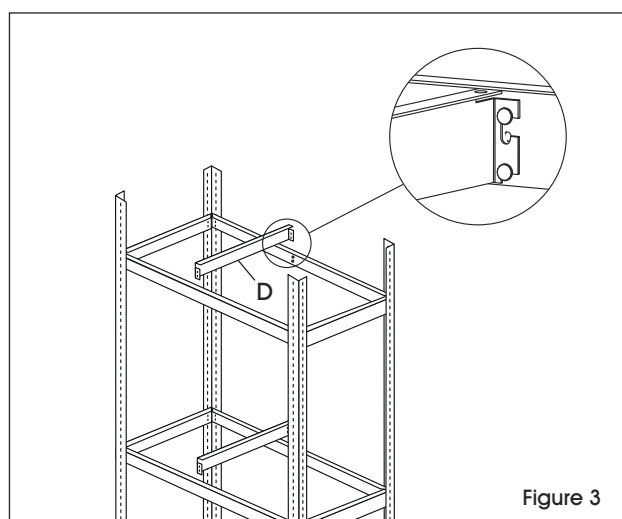

Figure 3
- Fixez les supports centraux (D) à chaque niveau en plaçant les fentes (des supports centraux) sur les rivets (à l'intérieur du support avant/arrière) et en les tapotants pour les insérer en place. (Voir Figure 3)